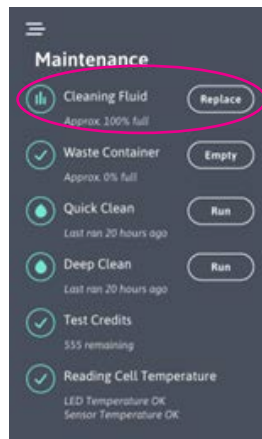

Рисунок 36
5. Для сброса нажмите кнопку сброса «Замена чистящей жидкости» в подменю «Обслуживание» (Рис. 36).